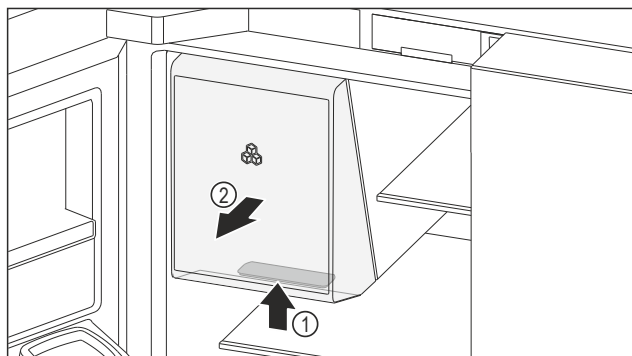

Fig. 157 Retrait du compartiment de stockage de glace
- Saisir la poignée encastrée Fig. 157 (1) du compartiment de stockage de glace par le bas et retirer le compartiment de stockage de glace par l'avant Fig. 157 (2).